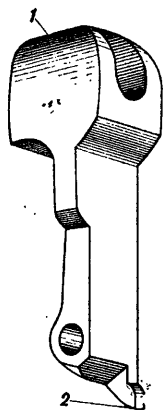

Рис. 17. Казенник:
18. **Казенник** (рис. 17) служит опорой шляпке гильзы патрона в момент выстрела; при взведении курка он вместе с собачкой подвигает заряженный барабан вперед и плотно прижимает шляпку патрона к барабану. Казенник имеет: **головку** с каналом для прохода бойка курка; нижняя часть головки сзади скошена, в этот скос упирается ползун при движении вверх, заставляя казенник наклоняться головкой вперед; **выступ**, который от давления на него передней плоскости опускающегося ползуна заставляet казенник отклоняться головкой назад; **отверстие** для надевания на ось, укрепленную в задней стенке рамки.